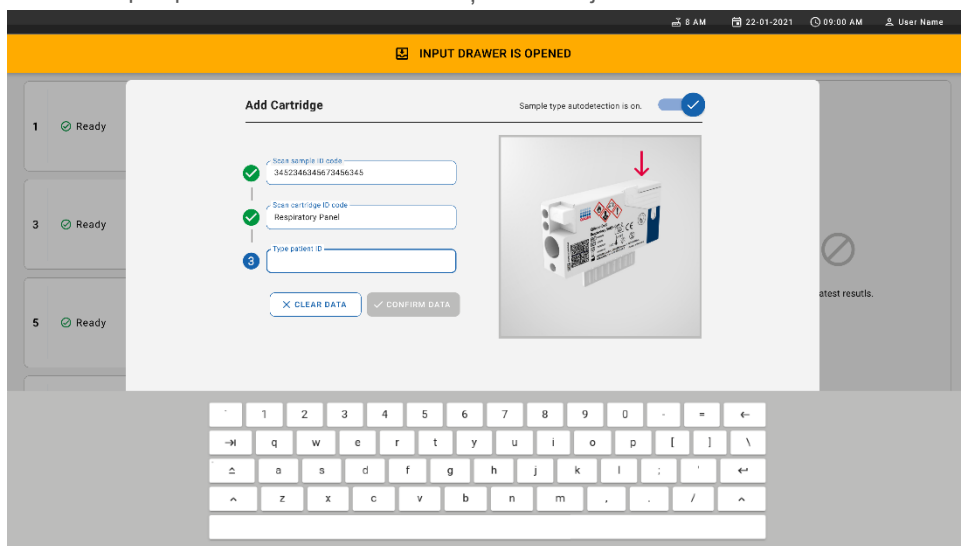

Figura 24. Ecranul de scanare a ID-ului QIAstat-Dx Respiratory SARS-CoV-2 Panel Cartridge.
8. După introducerea codului-de bare cu ID-ul probei, scanați codul de bare al QIAstat-Dx Respiratory SARS-CoV-2 Panel Cartridge pe care îl veți folosi (poziție indicată de săgeată). QIAstat-Dx Rise recunoaște automat testul care trebuie rulat, pe baza codului de bare al QIAstat-Dx Respiratory SARS-CoV-2 Panel Cartridge (Figura 24).